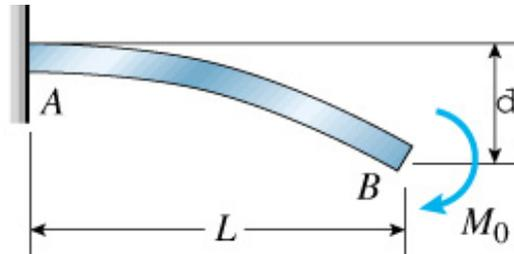

Figura 18 – Viga engastada e livre com um momento aplicado na extremidade.(Gere,2003).
3. Uma viga com extremidade engastada e a outra livre AB está submetida a um momento M_0 em sua extremidade livre como mostra a Figura 18. O comprimento da viga é $L=1,2\text{ m}$ e a deformação normal longitudinal na superfície superior é $0,0008$. A distância da superfície do topo da viga para a superfície neutra é 50 mm . Calcule o raio de curvatura ρ , a curvatura κ e a deflexão vertical δ , na extremidade da viga.